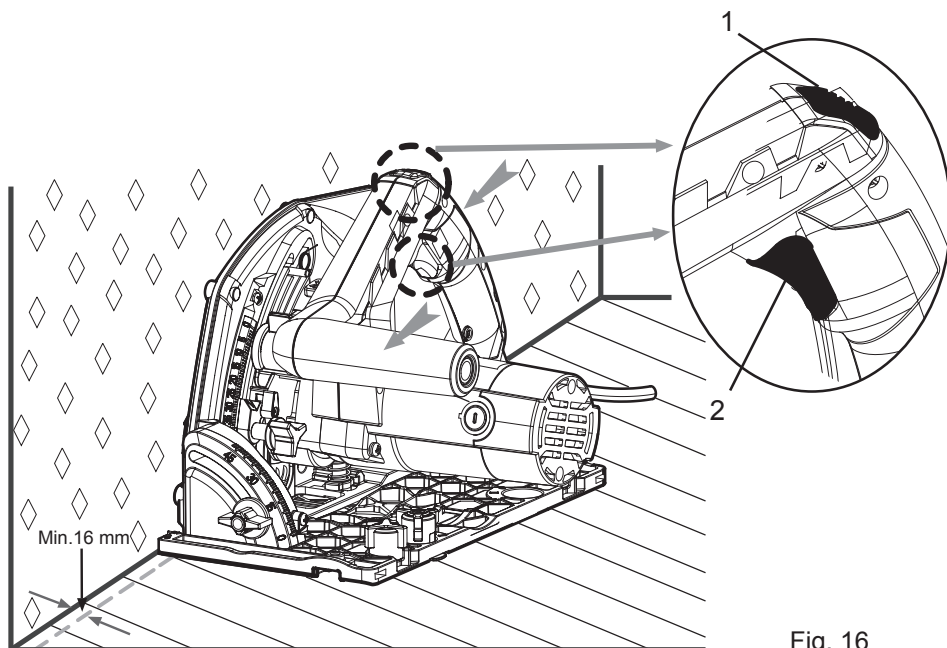

Fig. 16
2. Gire el selector de modo (18) a la posición de inmersión libre o al modo trazado para trazar cortes. (Ver página 21, sección “Selección de modo”).
3. Establezca la profundidad de inmersión deseada. Asegúrese de que la palanca de compensación del carril guía (15) está hacia arriba cuando utilice la sierra sin carril guía. (Ver página 12, sección “Ajuste de la profundidad de corte”).
4. Para encender la sierra de inmersión, presione el botón de bloqueo de inmersión (1) y el interruptor de encendido/apagado (2), y empuje el motor hacia abajo. Guíe la sierra hacia adelante para cortar.
**NOTA:** Cuando utilice la sierra de inmersión a 90°, la distancia mínima entra la herramienta y la pared o la pieza de trabajo en plano perpendicular es de 16 mm. (Ver Fig. 16).